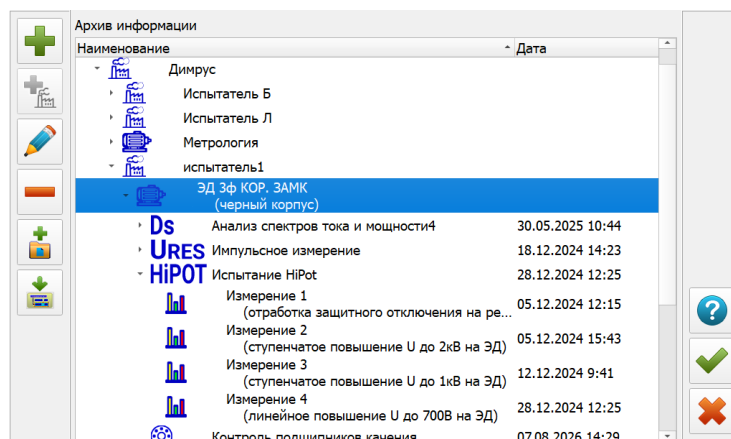

Рисунок 3.2 – Список методов испытаний
1. Выбрать метод испытания (рисунок 3.2).
Доступ к базе данных осуществляется при помощи кнопки «Просмотр замеров»  (рисунок 3.2).